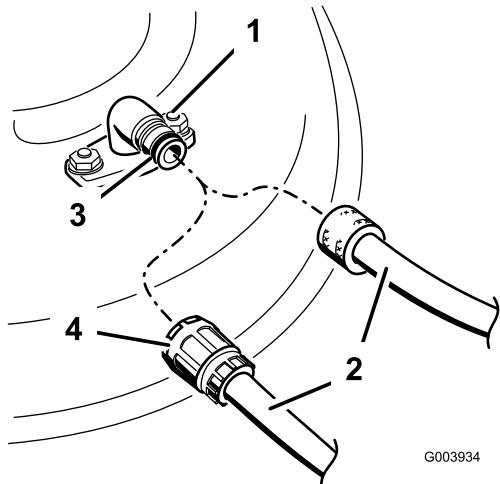

Bild 47
4. Schließen Sie einen Schlauch an den Wasseranschluss an und drehen Sie das Wasser mit starkem Druck auf (Bild 47).